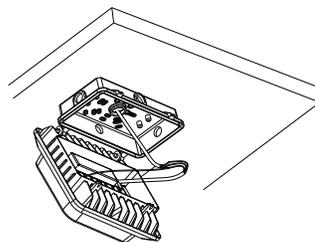

Figure 2-6
6. Connect the input line and ground. If the fixture is equipped with sensor, adjust the sensor settings. Take relevant waterproof measures after the wires are connected. Fig. 2-6
6. Connectez la ligne d'entrée et la masse. Si l'appareil est équipé d'un capteur, ajuster les paramètres du capteur. Prendre des mesures d'imperméabilisation pertinentes après la les fils sont connectés. Fig. 2-6